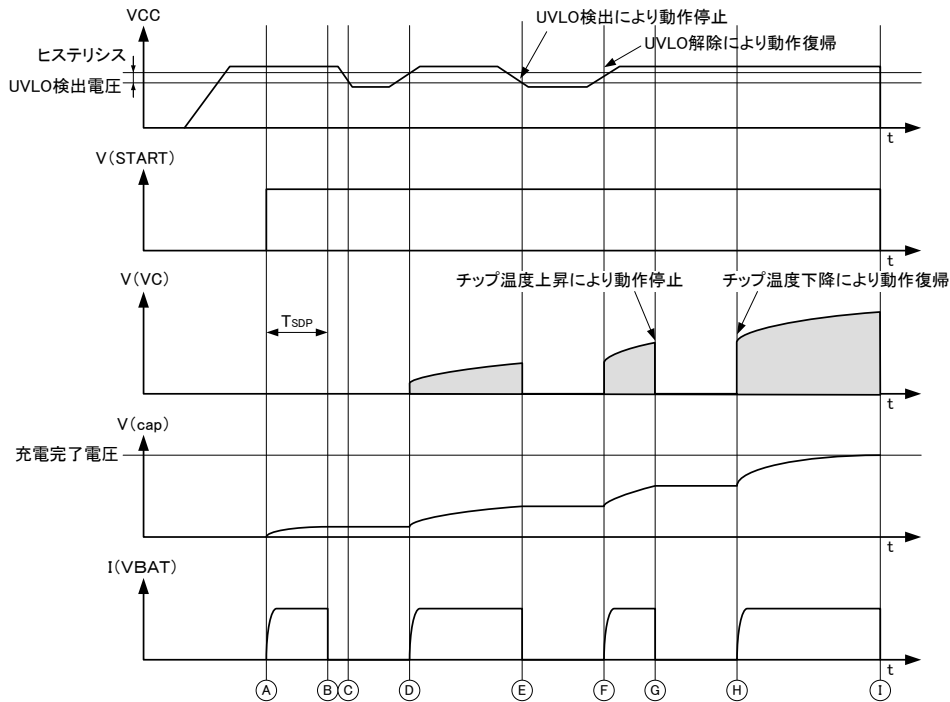

図 35. タイミングチャート 3：保護回路動作時
- ③ 保護回路が動作した場合 (図 35 及び保護回路について参照)。
VCC 電圧が低下し電気的特性に記載されている UVLO 検出電圧以下になると、UVLO 保護回路が働き一時充電を中断します（図 35.時間④、⑤参照）。その後、VCC 電圧が UVLO 解除電圧以上になると自動的に復帰します（図 35.時間⑥、⑦参照）。
過度な温度上昇（ $T_j > 175^\circ\text{C}[\text{TYP}]$ ）により IC が熱暴走しないように保護します。検出後は充電動作を一時的に中断し（図 35.時間⑧参照）チップ温度が下がる（ $T_j < 150^\circ\text{C}[\text{TYP}]$ ）ことにより自動復帰します（図 35.時間⑨参照）。
VC 端子が何らかの異常により GND レベルになり、最大 OFF 時間で SDP カウント回数（TSDP） 2^{16} （=65536）回 PowerTr がスイッチングを繰り返した場合、異常と判断し強制的に充電動作を停止させます（図 35.時間⑩参照）。START 端子を”L”→”H”、及び UVLO 検出後解除される事により復帰します。